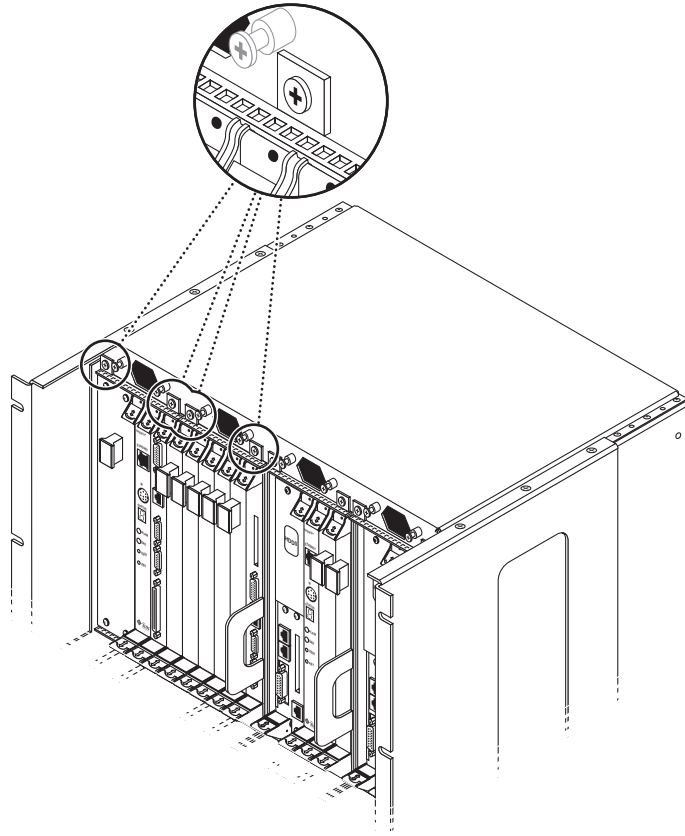

ABBILDUNG 2-8 Lösen der Schrauben am oberen Rand des Netra ct 800 Servers
- Wenn Sie einen Netra ct 800 Server ausbauen, lösen Sie die *vier* schwarzen Befestigungsschrauben am oberen Rand des Servers (ABBILDUNG 2-8).